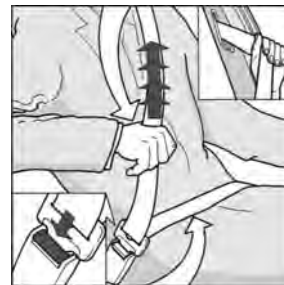

Рис. 6.3. Пристёгивание ремнём безопасности
**Для пристёгивания ремнём (рис. 6.3) необходимо:**